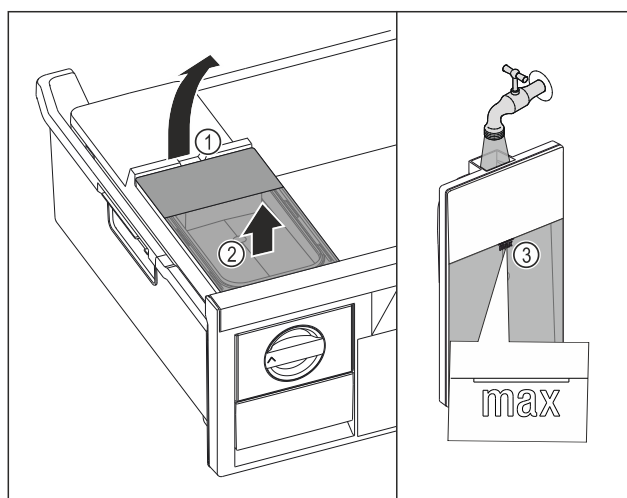

Fig. 69
- ▶ Løft vannbeholderen ved utsparingen Fig. 69 (1).
- ▶ Løft vannbeholderen ut av skuffen. Fig. 69 (2)
- ▶ Fyll vanntanken med vann opp til markeringen Fig. 69 (3).